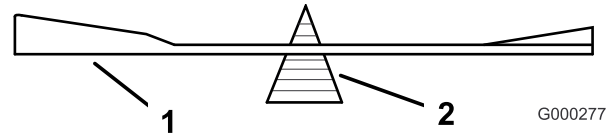

図 96
2. ブレードバランサーを使ってバランスを調べる 図 96。